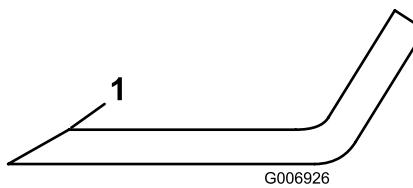

Figura 67
5. Ispécione as extremidades de corte de todas as lâminas. Afie as extremidades de corte se estas apresentarem sinais de desgaste ou ranhuras. Afie apenas a zona superior da parte cortante e mantenha o ângulo de corte original para garantir que está afiada (Figura 67).
6. Se apresentar sinais de desgaste ou ranhuras, afie apenas a zona superior da parte cortante enquanto mantém o ângulo de corte original (Figura 67).